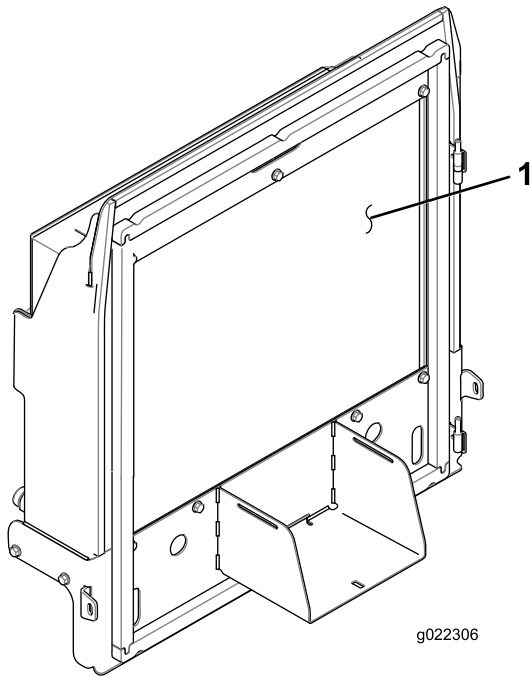

Figura 70
4. Limpie a fondo ambos lados del radiador y del enfriador de aceite (Figura 70) con aire comprimido.